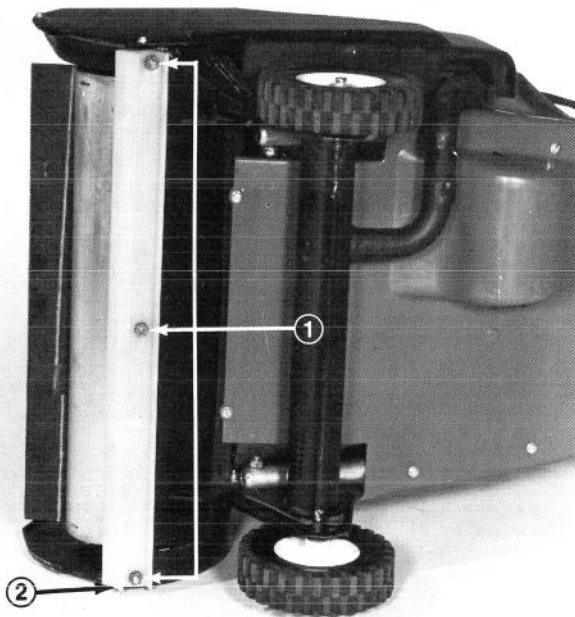

Figure 14
3. Enlevez les trois écrous de blocage et les boulons à carrosserie tenant le grattoir sur le fond du carter du rotor (Figure 14).
4. Posez le nouveau grattoir à l'aide de trois boulons à carrosserie et écrous de blocage (Figure 14).